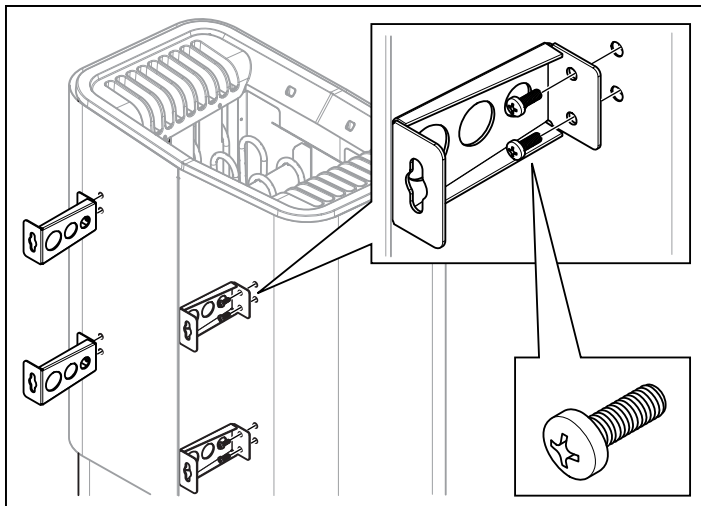

Рисунок 10: Крепление кронштейнов на устройстве
- Открутите первых два винта с задней стороны устройства и прикрепите один из четырех кронштейнов. Повторите процедуру крепления для остальных кронштейнов, см. рис. 10.